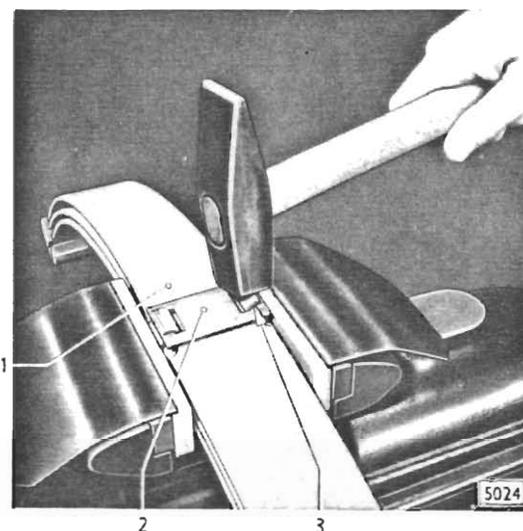

Bild 7 - Klammerenden umschlagen
4. Nach Auflegen des Bügels (7/2) beide Enden der Klammer, wie in Bild 7 gezeigt, nach außen umschlagen.